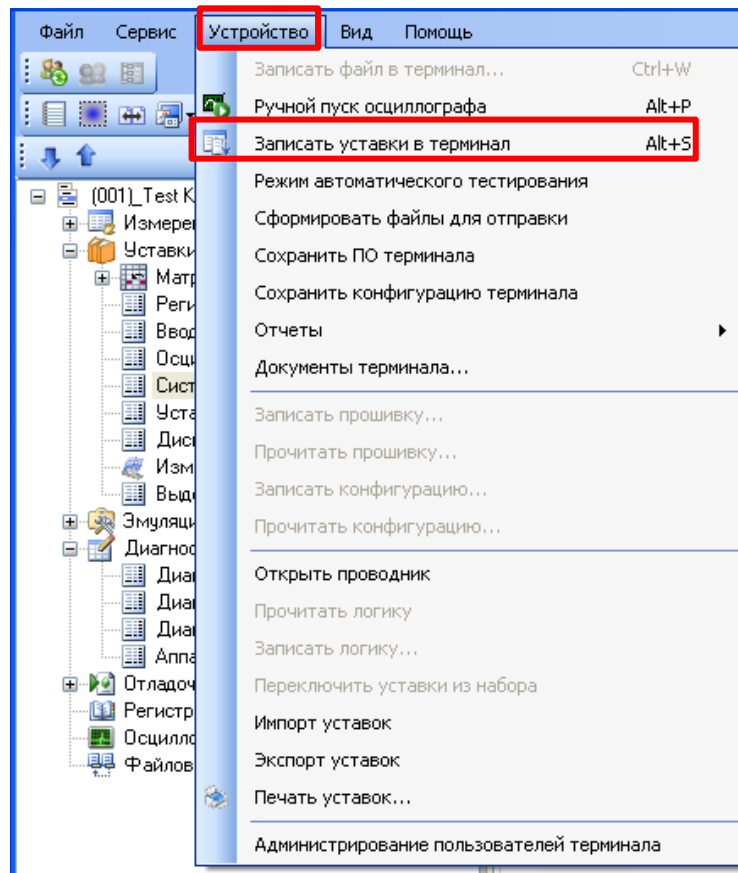

Рисунок 3 – Пункт главного меню **Устройство**
2.1.9.1 Для применения уставок и сохранения изменений в энергонезависимой памяти необходимо во вкладке **Устройство** вызвать команду «Запись уставок» нажатием левой кнопки мыши на пункте меню **Записать уставки в терминал** или сочетанием кнопок «Alt + S»(см. рисунок 3).